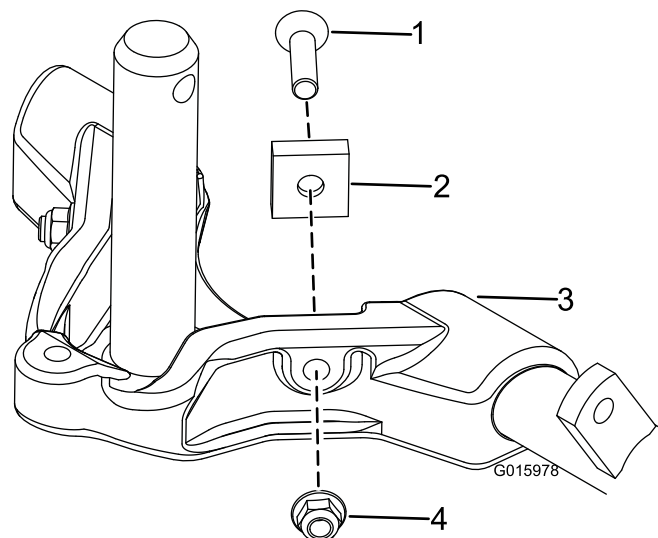
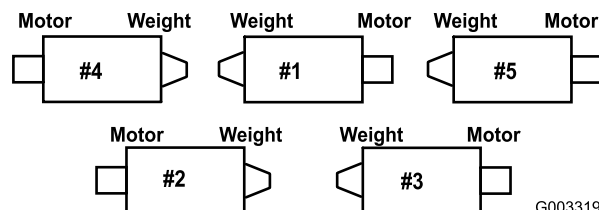

図 8
図 9
後ろのカッティングユニット（2番と3番）のキャリア・フレームから、ピボット・スペーサ、六角ソケットねじ、およびフランジ・ロックナット（各2）（図 8）を取り外すことにより、これらのカッティングユニットの首振り追従性能を向上させることができます（図 9）。
5. カッティングユニットの左側サイド・プレートに、リール・モータ取り付け用のキャップスクリュ2本を仮止めする（図 9）。